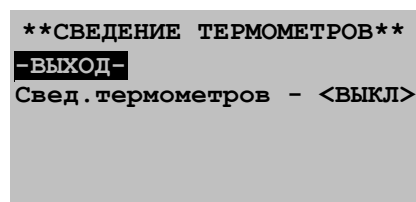

Рис. 4
7.3 Включить режим «сведение термометров». Для этого в «МЕНЮ» необходимо выбрать подменю «Сведение термометров». Войти в подменю «Сведение термометров». Рис.4. Перейти на поле «Свед.термометров». Вращая нижнюю ручку управления, включить режим «сведение термометров». Выйти из подменю «Сведение термометров». Выйти из «МЕНЮ». Термостат начнет работать в режиме «Сведение термометров».